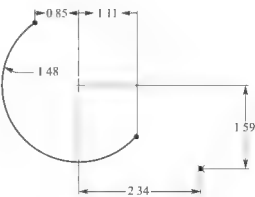

图 2.49 圆弧与点距离
(6) 圆弧与点距离：圆弧与点的尺寸标注，实际上就是圆心与点的尺寸标注，只是在选择圆心的时候可以用选择圆弧来取代，如图 2.49 所示。